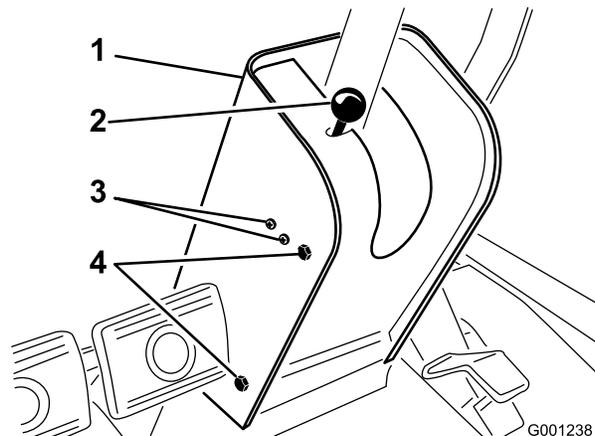

図 61
2. 駐車ブレーキロッドのノブを外し、次にハンドルタワーのカバーを止めているねじを外す 図 61。
4. 駐車ブレーキスイッチを固定しているねじをゆるめる 図 61。